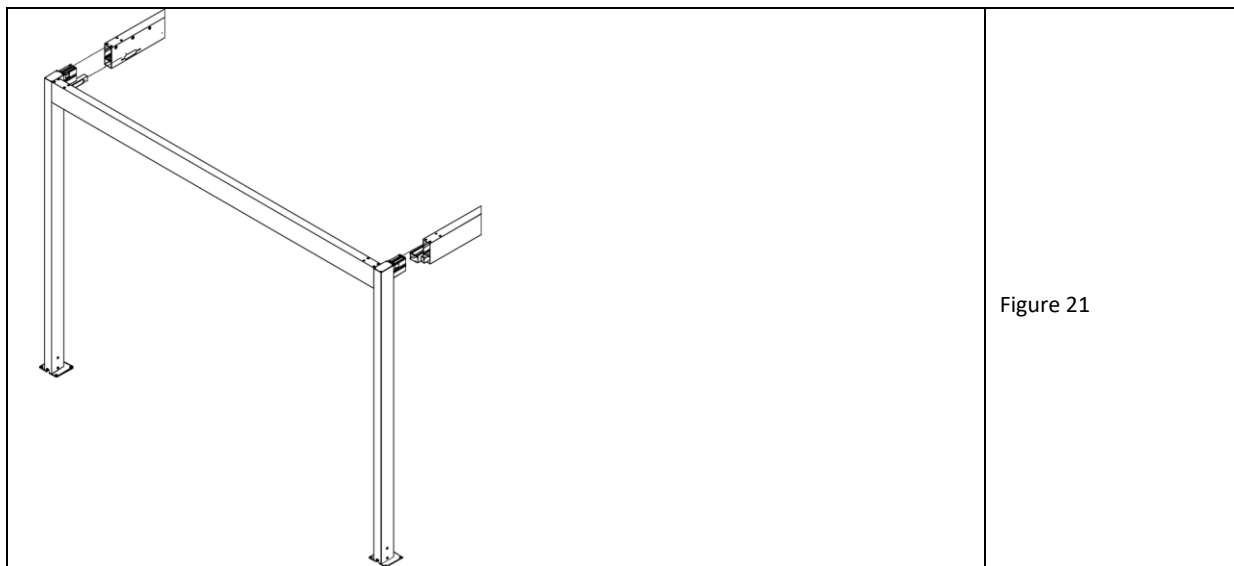

Figure 21
15. Glissez le deuxième cadre transversal (fig. 21) sur les extrémités libres des poutres longitudinales.